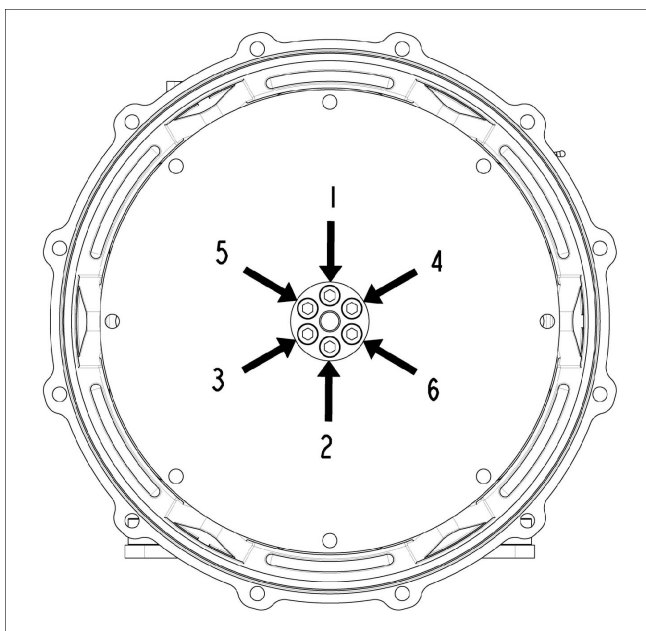

FIGURA 22. SEQUÊNCIA DE FIXAÇÃO NO CUBO
4. Se necessário, aperte os parafusos dos discos de acoplamento de acordo com a sequência ilustrada em Figura 22 na página 40 . Consulte Capítulo 9 na página 67 para informações sobre o binário de aperto.